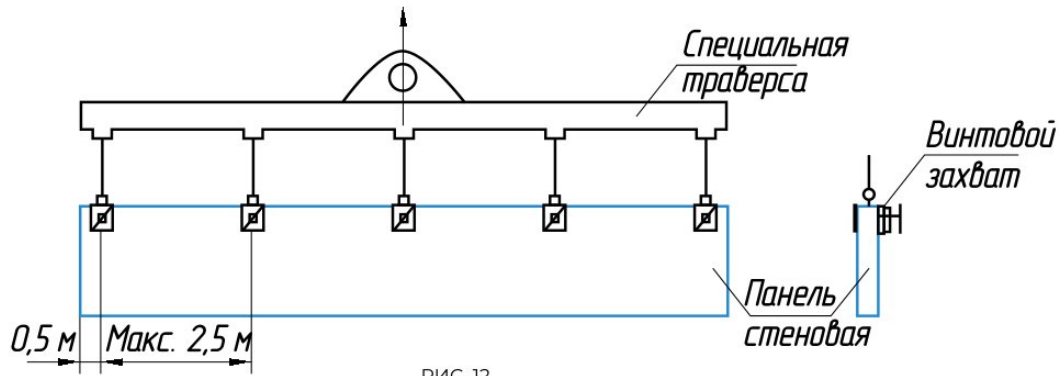

РИС. 12
Панели небольшой длины и веса допускается монтировать вручную. Для подъема панелей и переноса их к месту установки при монтаже, наряду с рекомендуемым захватом, допускается применение специальных винтовых захватов с обрезиненными губками, которые навешивают на траверсу (см. рис. 12).
- При горизонтальной раскладке панелей (см. рис. 12) расстояние между захватами не должно быть более 2,5 м, свес концов панели от 0,4 до 0,5 м.